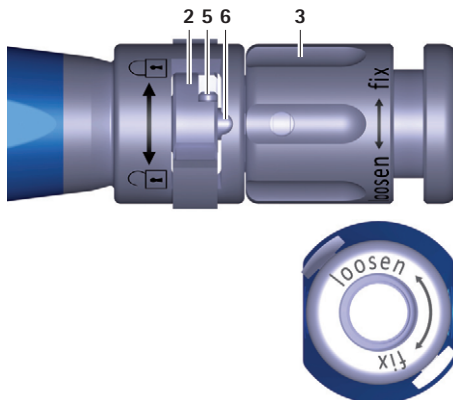

Fig. 1 Primer plano del instrumento de inserción, interruptor abierto
- Gire la tuerca giratoria 3 del instrumento de prueba A en sentido contrario de las agujas del reloj (en dirección "loosen") para deslizar la barra 6 hacia delante, ver Fig. 1.
- Gire el interruptor **2** hacia la izquierda (en dirección ) ver Fig. 1.
- ▶ Gire el interruptor **2** hacia la izquierda (en dirección , ver Fig. 1).
- ▶ Compruebe la posición de acoplado del instrumento de inserción **A**, ver Fig. 1.